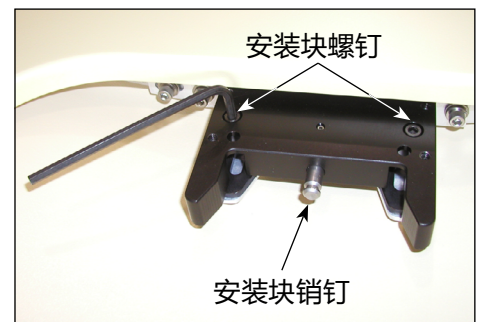

图 13
！注意！如果需要更大调整范围, 请取下图 13 中所示的安装块螺钉。可取下隔板来降低安装块。使用 $\frac{1}{8}$ 英寸艾伦扳手同等地旋转四个倾斜调整螺钉并安装所提供的长度更长的可选 1- $\frac{1}{8}$ 英寸安装块螺钉, 可以升高安装块。轻轻重新拧紧安装块螺钉。
- a. 如果定位销处于绑定状态, 您可以通过以下方式调整安装块销钉的倾斜度: 首先松开安装块螺钉 (图 13)。